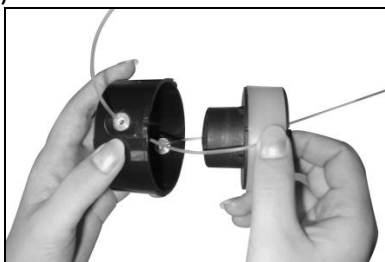

Рис. 4G
7. Провести лески в глазные отверстия коробки катушки и повернуть во внутрь катушки. (Рис. 4G)